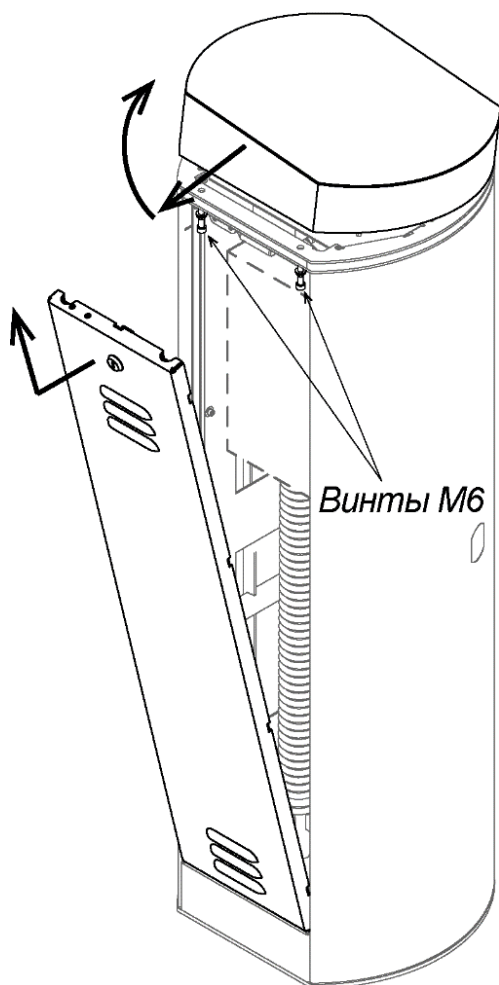

Рисунок 11. Порядок снятия верхней крышки шлагбаума
1. Снимите дверцу, предварительно повернув ключ замка, и открутите два винта М6, которые находятся снизу на верхней грани проема дверцы. Аккуратно, чтобы не повредить установленную внутри плату управления, снимите крышку, сдвинув ее за передний край на себя и затем подняв его вверх (см. рис. 11).
2. На приводе стрелы переведите рычаг (13) в нижнее положение. Для этого шлицевой отверткой вращайте винт (или ручку, в зависимости от модификации привода) разблокировки привода (21) против часовой стрелки до упора.
3. Если ранее были установлены балансирующие пружины (8), то их необходимо снять (см. разд. 8.5.6).
4. Демонтируйте рычажно-шатунную группу – детали (12) и (13), для чего открутите два болта (14) с внутренним шестигранником S10 и снимите стопорное кольцо (15). Детали плотно насажены на оси, при снятии покачивайте их из стороны в сторону, при необходимости используйте большие отвертки в качестве рычагов.
5. Снимите стопорное кольцо (16) и разъедините детали – шатун (12) и рычаг (13). Замените рычаг (13) на другой из комплекта поставки (рычаг с маркировкой 18B-B соответствует правосторонней установке стрелы, рычаг с маркировкой 18B-A – левосторонней). Установите шатун на новый рычаг и зафиксируйте обе детали стопорным кольцом (16).
6. Открутите четыре винта (18) с внутренним шестигранником S6 и переставьте упор (17) зеркально относительно вертикальной оси привода, на рисунке – место (19). Перед установкой упора на новое место проверните вал редуктора с упорной лапкой (20) при помощи винта (ручки) разблокировки привода (21). При необходимости зафиксируйте упор на новом месте винтами (18).
7. Установите на место рычажно-шатунную группу и закрепите ее болтами (14) на валу кронштейна стрелы и стопорным кольцом (15) на шарнире лапки (20).
- вращайте винт (ручку) разблокировки привода (21) (см. рис. 11) влево или вправо до тех пор, пока нижний шарнир шатуна (12) не выйдет из крайнего положения и стрела не станет поддаваться ручному воздействию вверх,